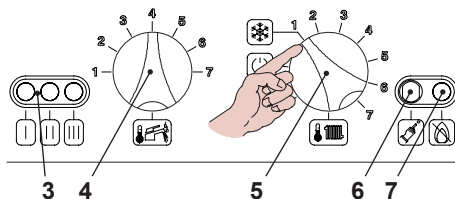

Figura 2.2
- Alimentate elettricamente la caldaia azionando l'interruttore bipolare previsto nella installazione; la lampada di segnalazione 3 in Figura 2.2 fa un breve lampeggio circa
- Ruotate il selettore 5 come in Figura 2.2; la lampada di segnalazione 3 lampeggia ad intermittenza circa ogni secondo.